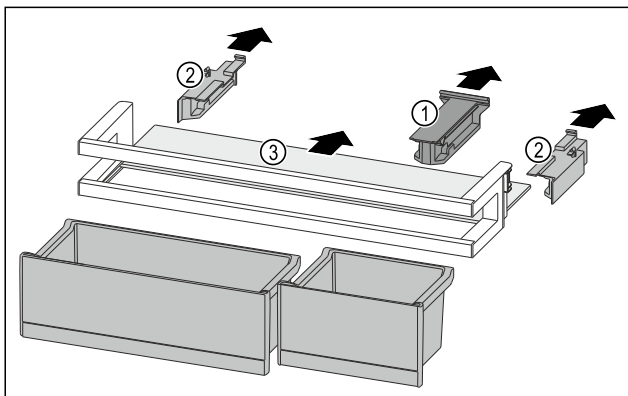

Fig. 115
- ▶ Halteteil Fig. 115 (1) abziehen.
- ▶ Seitenteile Fig. 115 (2) abziehen.
- ▶ Abstellfläche Fig. 115 (3) entnehmen.